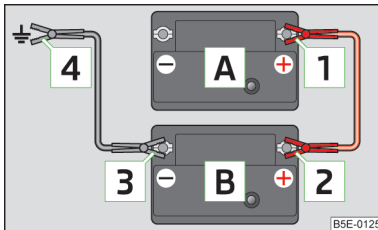

Abb. 187
- Die Klemme **1** am Pluspol der entladenen Batterie **A** » Abb. 187 befestigen.